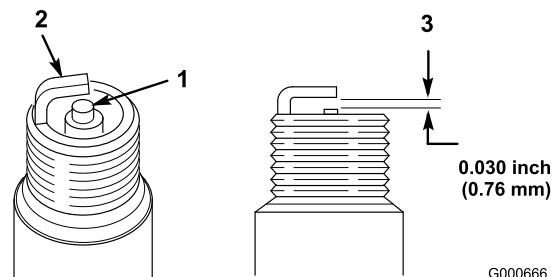

Figura 27
1. Veja parte central da vela de ignição (Figura 27). Se verificar uma cobertura castanha ou cinzenta no isolante, o motor está a funcionar corretamente. Uma cobertura preta no isolante indica que o filtro de ar está sujo.
2. Verifique a folga entre os elétrodos central e lateral (Figura 27) e dobre o elétrodo lateral, se verificar uma folga incorreta.